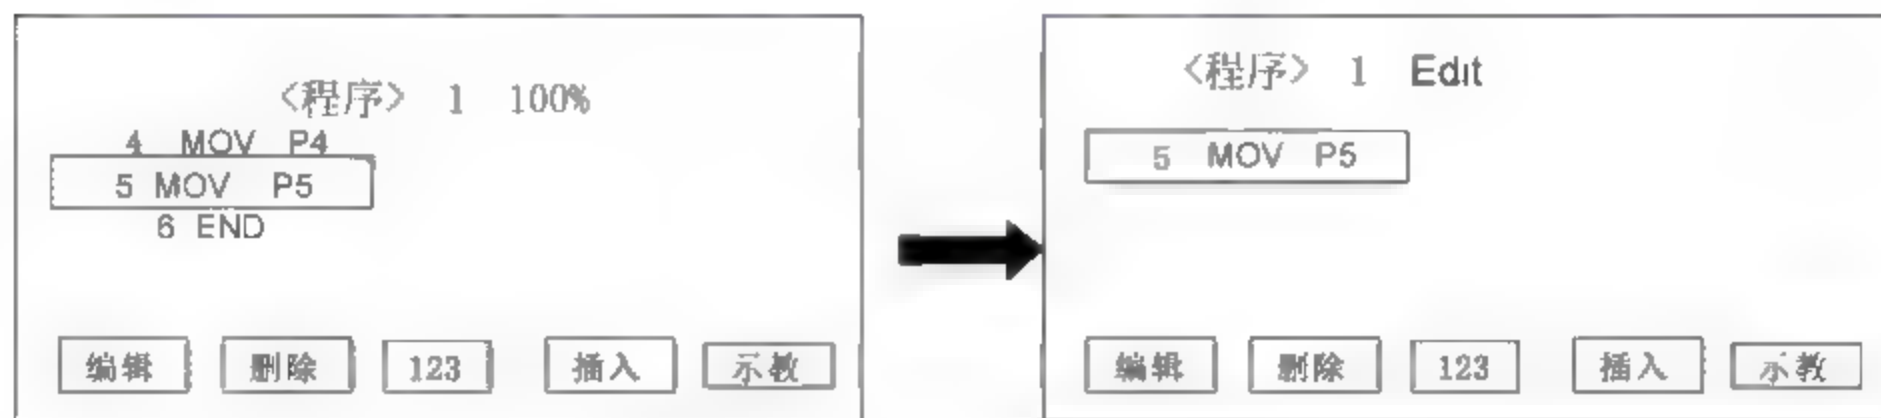

图 4-10 程序修改界面
(1) 进入需要修改的程序界面。
(2) 选择需要修改的程序行(5 MOV P5)。
(3) 按下“编辑”键,进入“修改”界面,如图 4-10 所示。